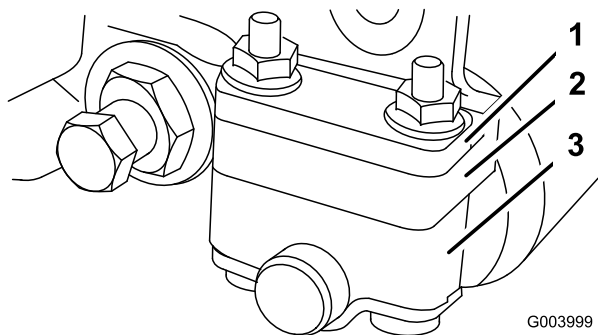
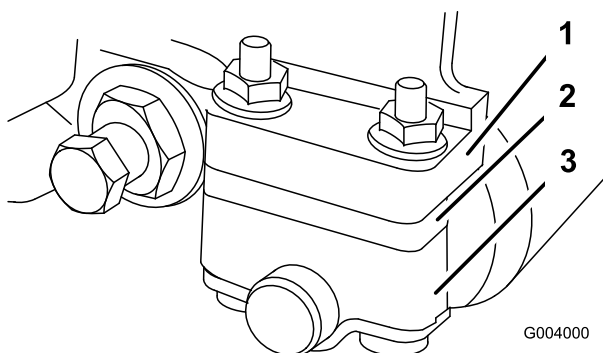

Figura 51
Figura 52
1. Regolate le staffe del rullo posteriore nella posizione superiore o inferiore, secondo il range di altezze di taglio preferito (Figura 51 e Figura 52).
- Con un range di altezze di taglio da 3 mm a 25 mm collocate il distanziale sotto la flangia di montaggio della piastra laterale (Figura 52).